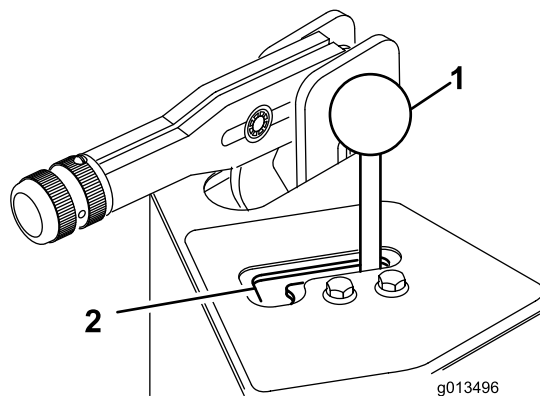

Figura 27
- Afloje los tornillos de caperuza y las contratuercas que sujetan la guía de la palanca a la cubierta de la válvula (Figura 27).